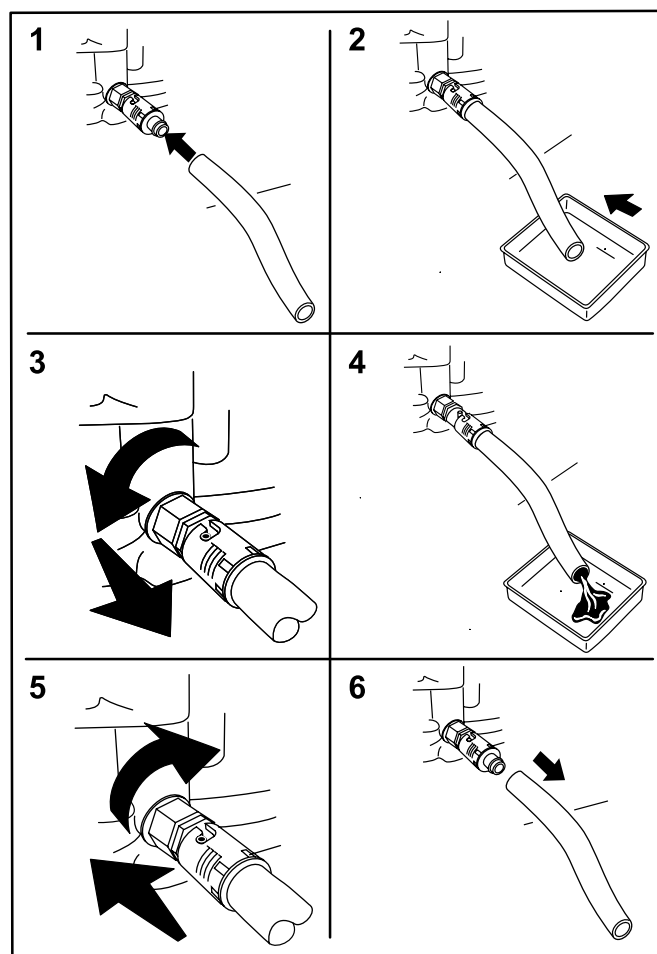

Figura 15
4. Installate il tubo di spurgo sopra la valvola di spurgo dell'olio motore (Figura 15).
5. Posizionate l'altra estremità del tubo flessibile in un apposito contenitore per l'olio (Figura 15).
6. Girate la valvola di spurgo di 1/4 di giro in senso antiorario per lasciare defluire l'olio (Figura 15).
7. Dopo avere scaricato l'olio, ruotate la valvola di spurgo di 1/4 di giro in senso orario per chiuderla (Figura 15).